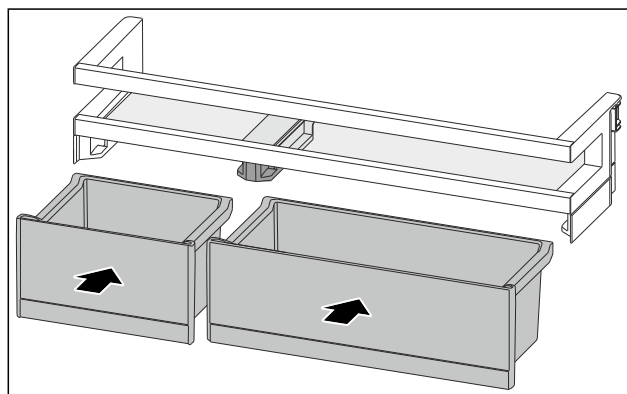

Fig. 194
- ▶ VarioBoxy vložte v opačném pořadí. (viz Fig. 194)